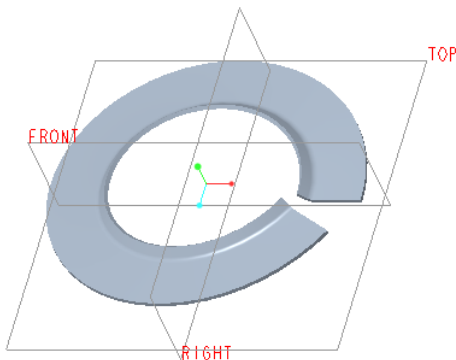

图 1-79 完成创建的螺旋扫描壁
(8) 单击（完成）按钮，完成创建的螺旋扫描壁如图 1-79 所示。